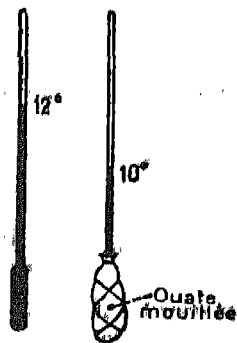

Fig. 4. — Faites cette expérience : elle vous prouvera que l'évaporation produit du froid.
b) La peau régularise la température du corps. — Quand il fait chaud, elle *rougit* et *transpire*. L'évaporation de la sueur produit du froid (fig. 4).